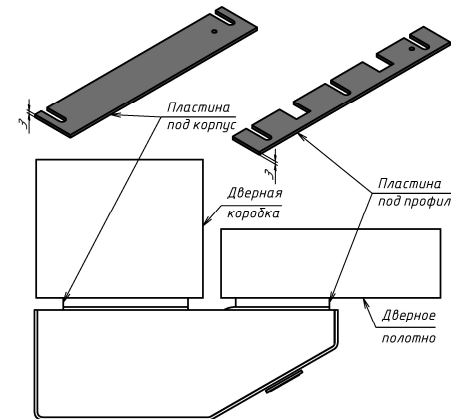

Рисунок 3
- пластина под профиль (рисунок 3) -1 шт.
- пластина под корпус (рисунок 3) -1 шт.
- саморез 5,5x32 (1) -5 шт.
- винт М6х16 (2) -1 шт.
- винт М3х4 (3) -4 шт.
- гайка М4 (4) -4 шт.
- шайба 4 65Г (5) -4 шт.
- шайба 6 (6) -3 шт.
- шайба 4 (7) -4 шт.
5.4 Закрепить корпус замка на коробке двери саморезами (1). Закрепить Z-профиль на створке двери саморезами (1). Закрепить на Z-профиле якорь с пружиной винтом (2). Для совмещения рабочих поверхностей корпуса и якоря могут быть использованы выравнивающие пластины (рисунок 3). После регулировки правильного положения замка затянуть крепежные саморезы.